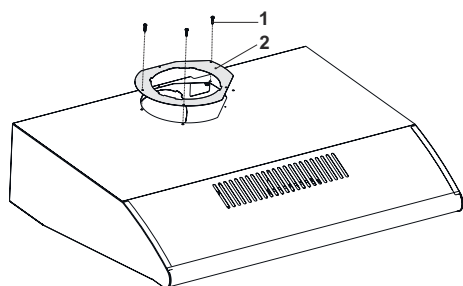

Fig. 19
5. ➔ Sätt tillbaka spjällfästet för att fästa spjället. Fig. 19.